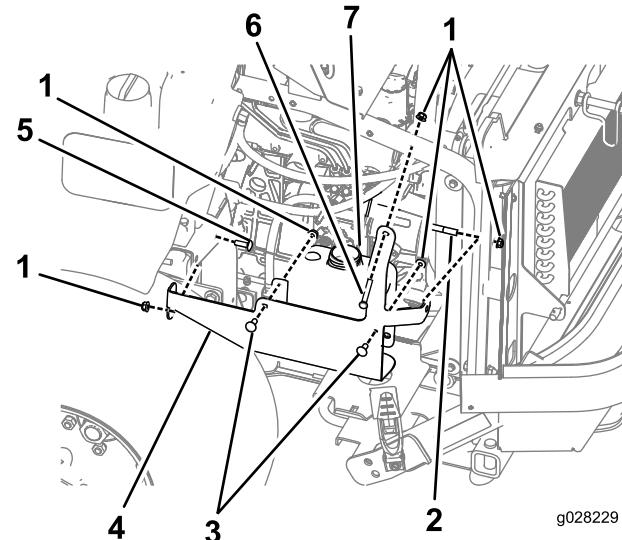

Figure 27
**Pour les machines à moteur Kubota :** Fixez le réservoir de lave-glace sur son support, puis fixez l'ensemble support et réservoir sur le cadre de la machine au moyen des écrous et boulons fournis (Figure 27).